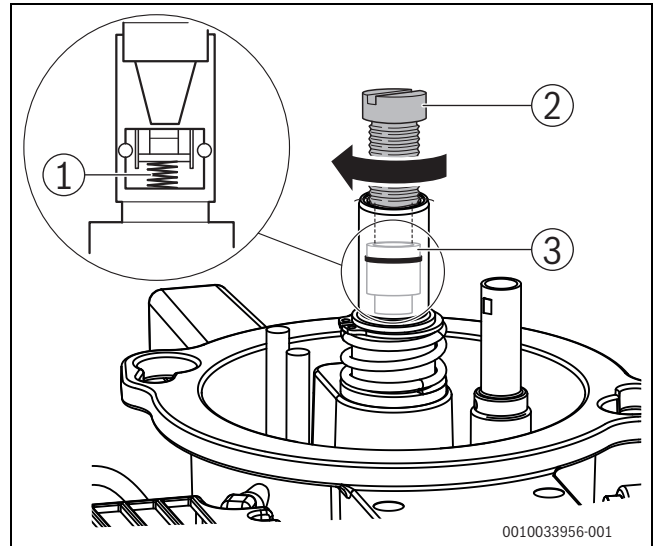

Bild 68 Abschlussventil austauschen
- Schraube M5 x 50 (→ Bild 68, [2]) einschrauben.
- Abschlussventil herausziehen (→ Bild 68, [3]).